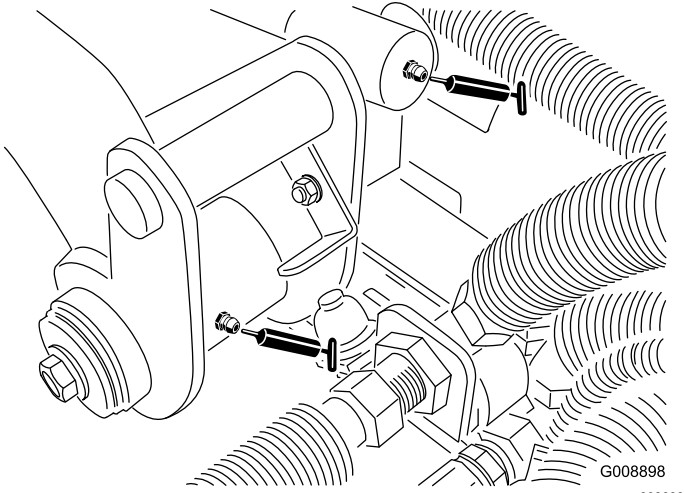

Bild 60
- Hintere Hubarm-Drehbüchsen und Hubzylinder (zwei Schmiernippel - Bild 60)